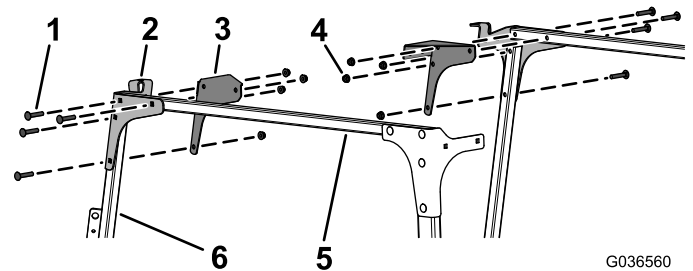

Bild 9
8. Befestigen Sie die linke und rechte Platte vorne und die Eckenverstärkungen lose mit acht Schlossschrauben (5/16" x 1-3/4") und acht Bundmutter (5/16") an den Querverbindungsrohren und den linken und rechten Windschutzscheibenstützen, wie in Bild 9 abgebildet.